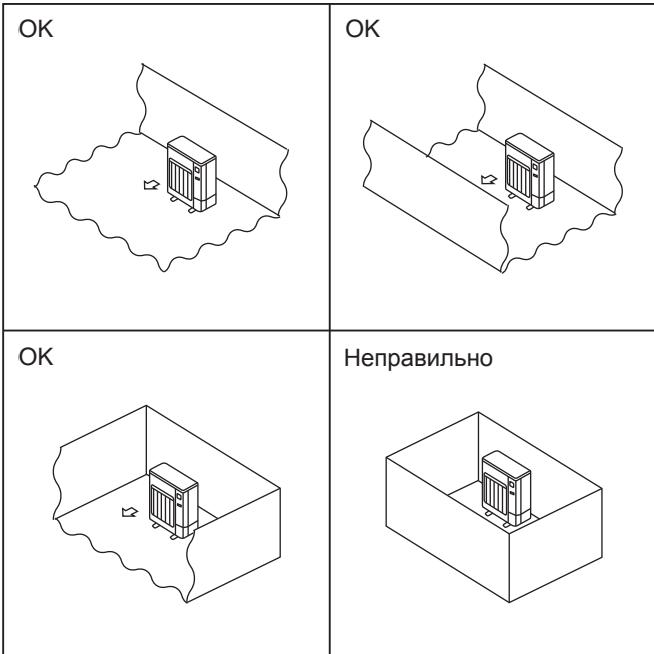

Fig. 2-2
- ◎ Устанавливайте наружные приборы в достаточно большом пространстве без препятствий, либо так, чтобы, по крайней мере, одна из четырех сторон прибора была открыта. (Fig. 2-2)